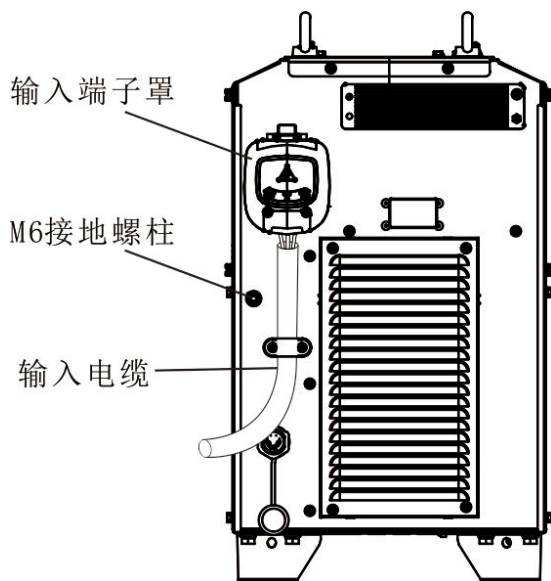

图2-7电源输入侧连接示意图
4. 将输入电缆的另一侧连接到配电箱开关的输出端子上，则电缆连接完毕。如图 2-7 所示。